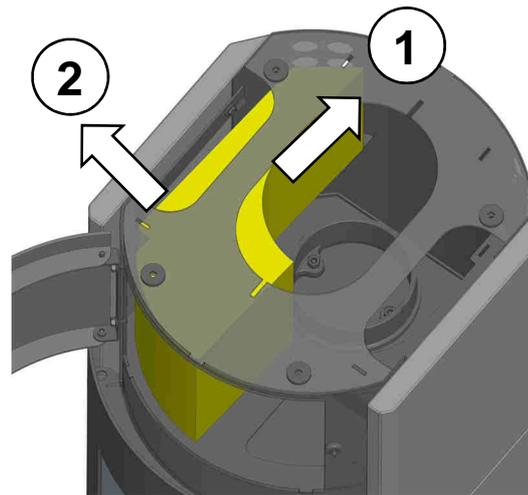

Abb. 9: Speicherstein positionieren
5. Den eingebrachten Speicherstein ganz nach hinten schieben (Abb. 9 Pos.1). Danach den Speicherstein im vorderen Bereich nach außen schieben (Abb. 9 Pos.2).